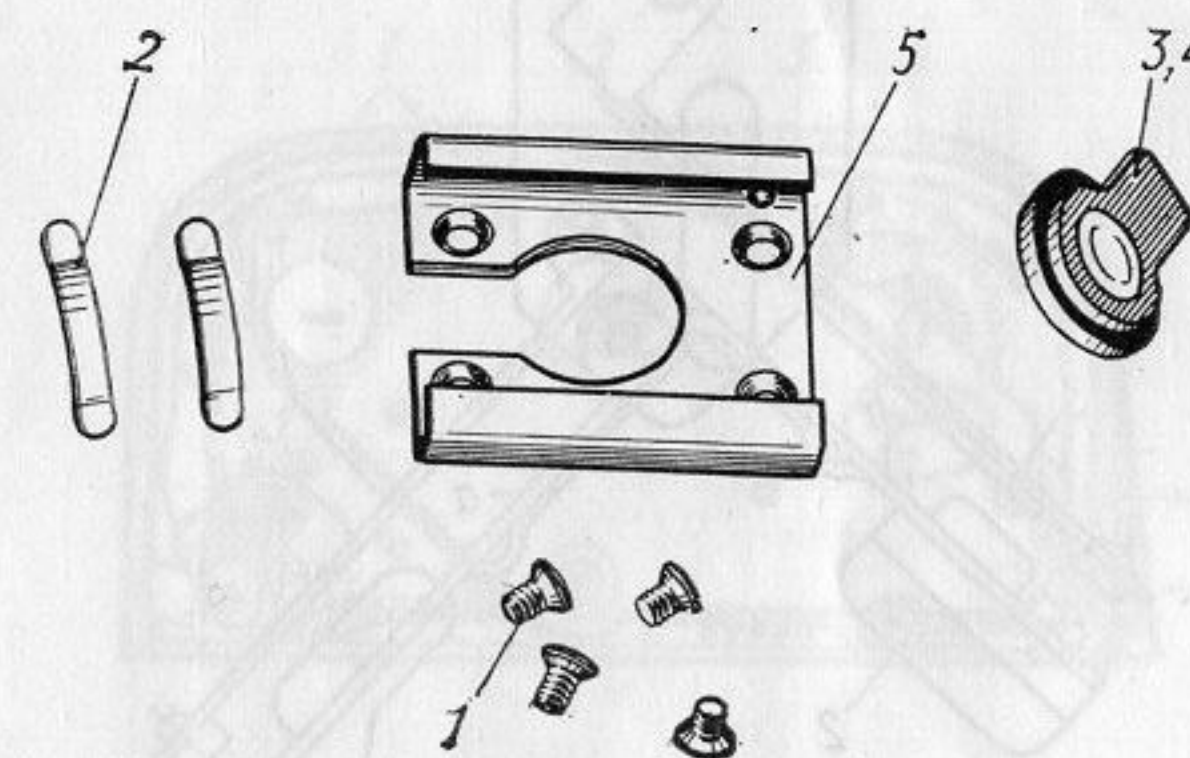

Рис. 23. Обойма (бескабельной лампы-вспышки):
8.4. Установить контакт 3 (рис. 23) на корпус камеры, подложив снятые шайбы 4, затем две пружины 2, обойму 5, и закрепить четырьмя винтами 1 до упора.